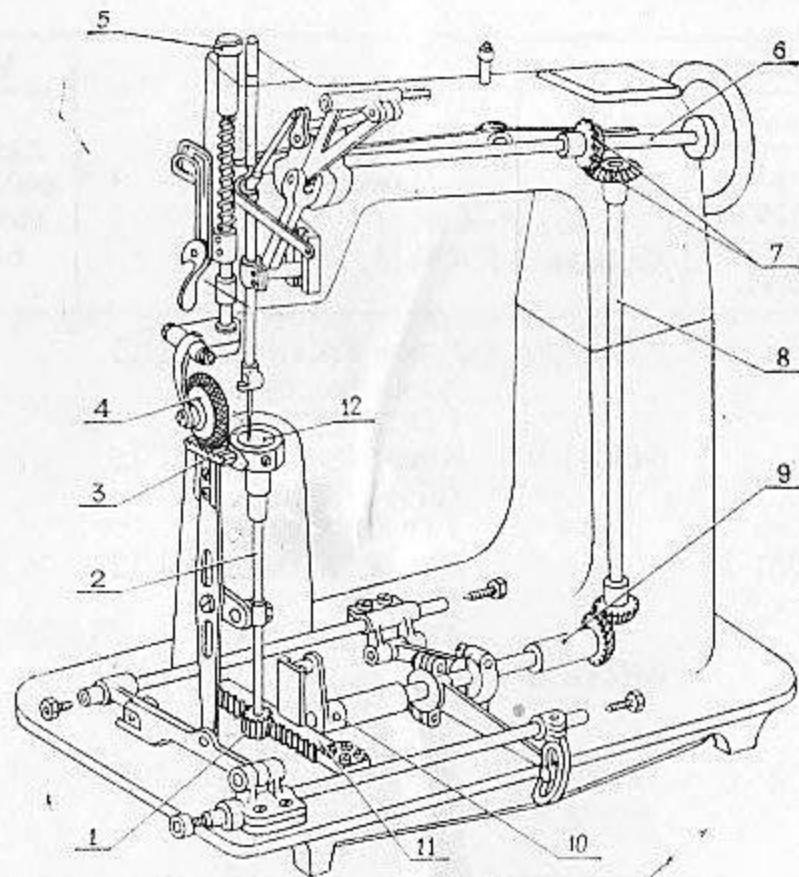

Рис. 1
#### 4. УСТРОЙСТВО И РАБОТА МАШИНЫ (рис. 1)
4.2. Основные сборочные единицы и детали, входящие в кинематическую схему машины (рис. 1):
Прижим материала осуществляется нажимным роликом. Величина нажима регулируется головочным винтом 5 (рис. 1) на фронтальной части рукава.